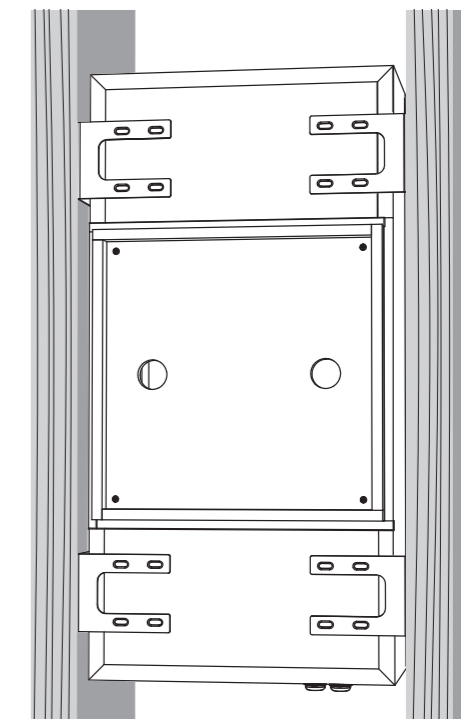

Fig. 2 Screw the brackets and back can together.
3. Con la ayuda de un asistente, levante con cuidado la lata trasera hasta la ubicación elegida entre las vigas del techo, levántela y deslícela en su lugar, hasta que se apoye en los cuatro soportes y se centre entre ellos (Fig. 2).